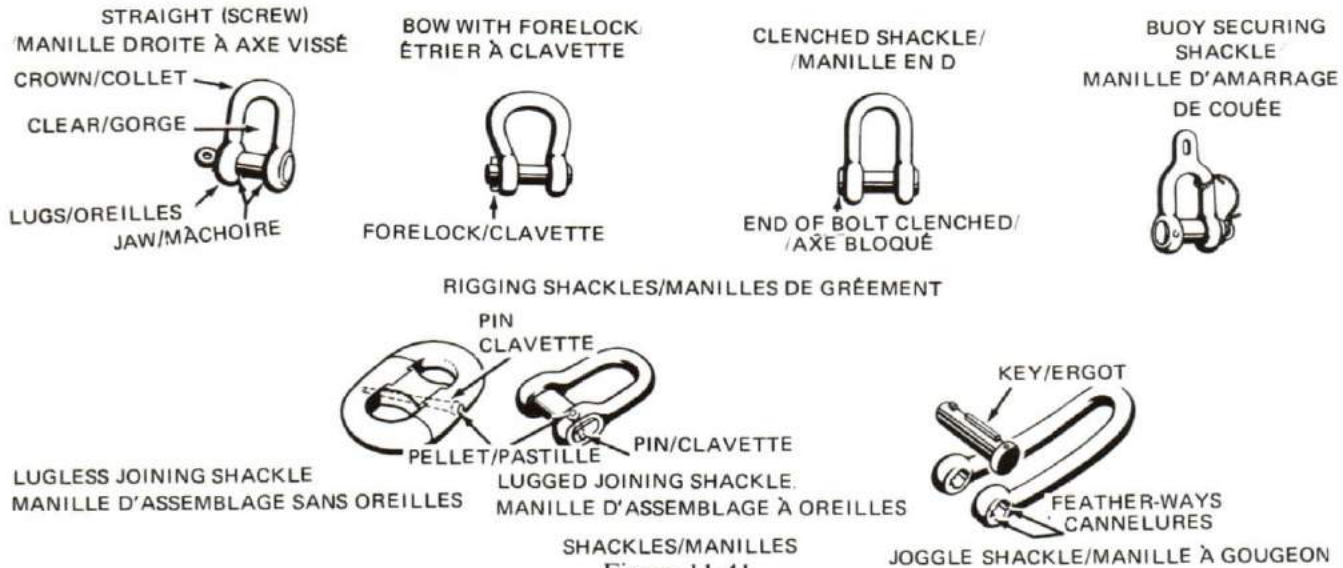

Figure 11-41
1. As a seaman on board a ship, you will be required to use "shackles" quite often. Shackles come in a variety of shapes and sizes, the largest in a ship being the "towing shackle". Basically, you will be concerned with the bow shackle and the straight shackle. See Figure 11-41.
1. Marin à bord d'un navire, vous aurez souvent à vous servir de manilles. Les manilles se présentent sous une variété de formes et de calibres, la plus grosse à bord étant la manille de remorque. En pratique, vous n'aurez à vous occuper que de la manille lyre et de la manille droite (voir la figure 11-41).